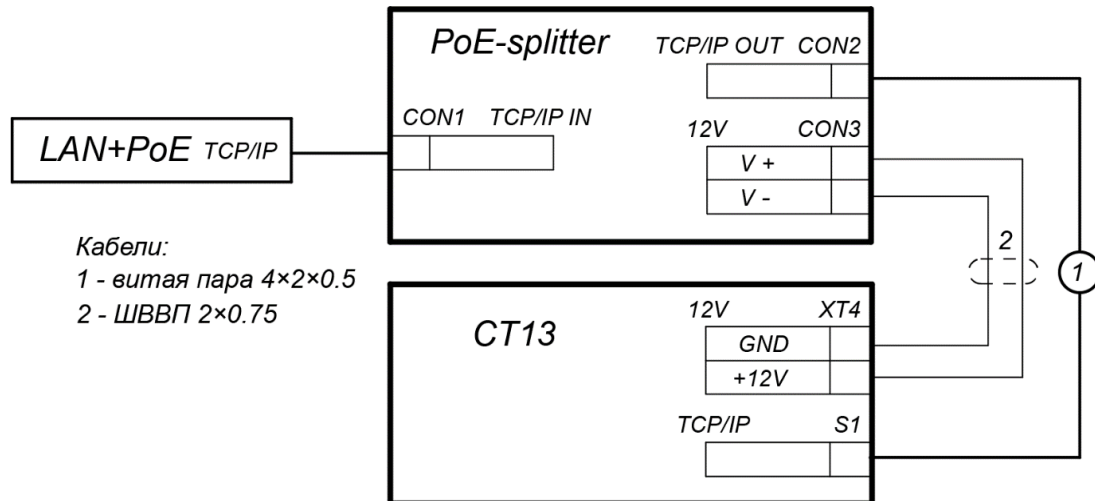

Рисунок 31. Схема подключения контроллера ЭП
3. Подключите цепь питания контроллера ЭП к разъему **Con3** сплиттера. Схема подключения приведена на рис. 31 (штекер для подключения к разъему входит в комплект поставки сплиттера).